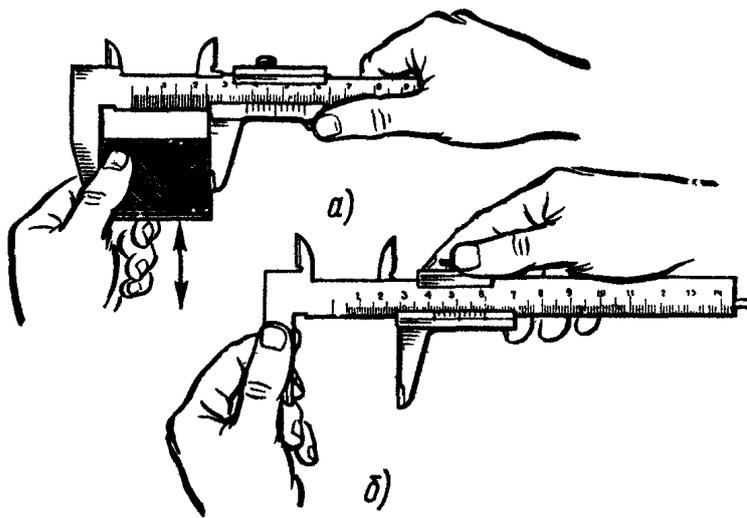

Рис. 4. Прием измерений штангенциркулем ШЦ-1
- взять деталь в левую руку, которая должна находиться за губками и захватить деталь недалеко от губок (рис. 4, а). Правая рука должна придерживать штангу, при этом большой палец этой руки должен перемещать рамку до соприкосновения с проверяемой поверхностью, не допуская перекоса губок и добиваясь нормального измерительного усилия;
-закрепление рамки производить большим и указательным пальцами правой руки, придерживая штангу остальными пальцами этой руки. Левая рука при этом должна придерживать губку штанги (рис. 4, б).